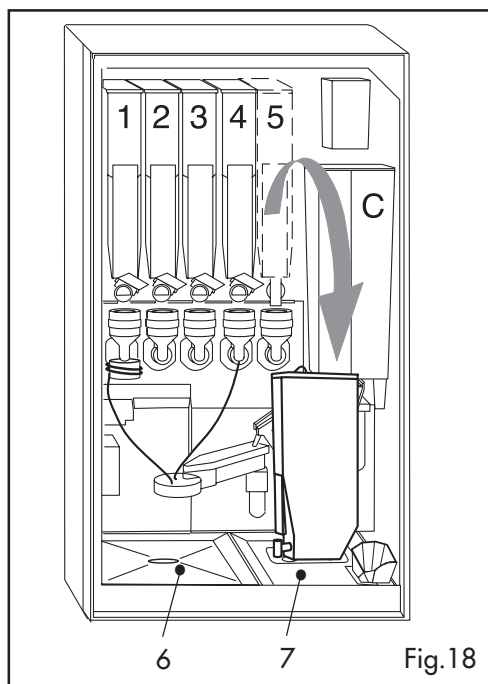

Fig. 18
- Zet de bak op de daarvoor bestemde steunen van de lekbak ref. 6/7 (fig. 18) en vul de bak.